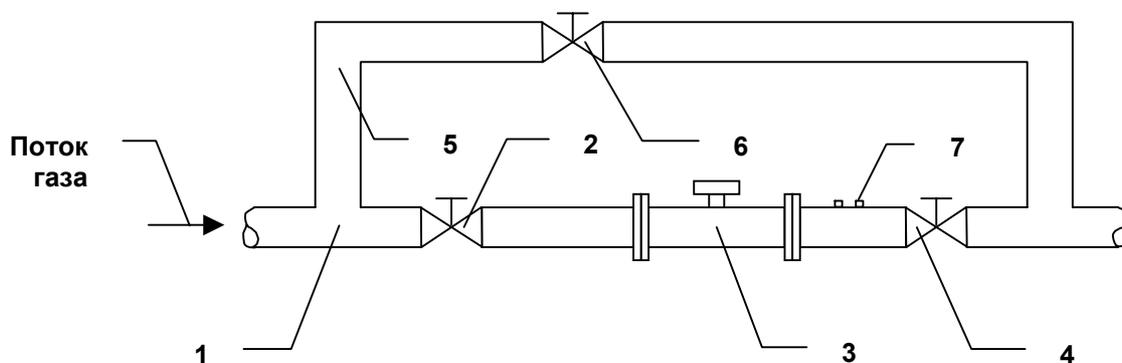

Рис. 2. Установка счетчика без перепускного канала
- 3.13.4. В трубопроводах с давлением до 16 атм применение перепускного канала необязательно. Для этого случая рекомендуется схема установки, приведенная на рис. 2. Наличие вентиля 2 является обязательным. Он позволяет отключить счетчик в случае его повреждения, облегчает ввод счетчика в эксплуатацию в протяженных или сложных трубопроводах.
- 6.1. До начала пуска счетчика все вентили на трубопроводе (см. рис. 2, 3) должны быть закрыты.
- 6.4. Пуск счетчика без перепускного канала (см. рис. 2)